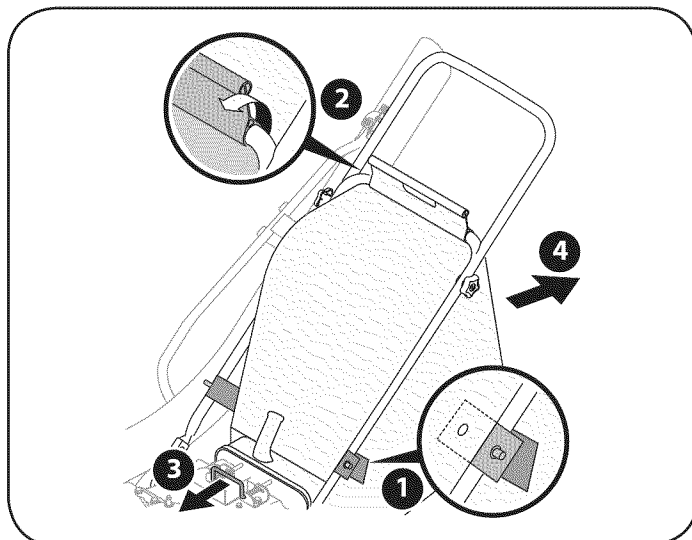

Figura 15
2. Suelte el broche de la bolsa a presión de la parte superior de la manija inferior. Vea la Figura 15.